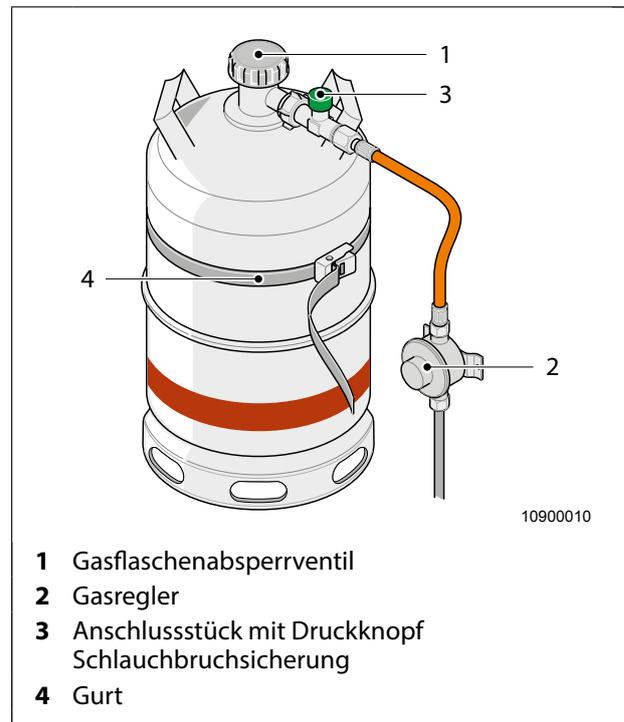

Abb. 46 Gasflasche im Gaskasten
1. Gasflaschenabsperrentil (Abb. 46, Pos. 1) schließen.
2. Anschlussstück mit Druckknopf Schlauchbruchsicherung (Abb. 46, Pos. 3) von der Gasflasche von Hand abschrauben (Achtung: Linksgewinde).
3. Gurt (Abb. 46, Pos. 4) lösen und leere Gasflasche aus dem Gaskasten entnehmen.
6. Volle Gasflasche in Aufnahmevorrichtung im Gaskasten stellen und mit Gurt (Abb. 46, Pos. 4) sichern.
7. Anschlussstück mit Druckknopf Schlauchbruchsicherung (Abb. 46, Pos. 3) von Hand aufschrauben (Achtung: Linksgewinde).
8. Gasflaschenabsperrentil (Abb. 46, Pos. 1) öffnen.
9. Druckknopf Schlauchbruchsicherung (Abb. 46, Pos. 3) fest eindrücken.